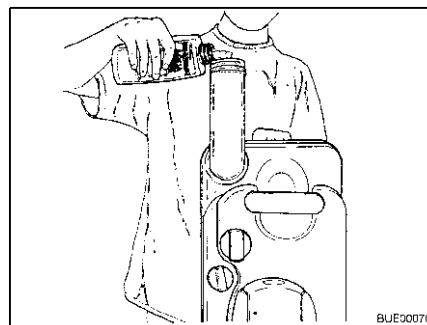

Bild 261 Sanitärflüssigkeit einfüllen
- Angegebene Menge Sanitärflüssigkeit in den Fäkalientank füllen (Bild 261).